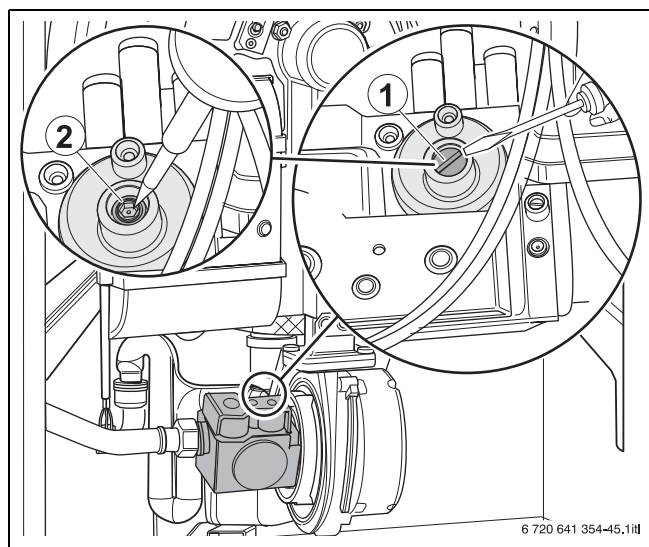

Fig. 37 Revise el ajuste de CO₂ con carga parcial
- Retirar el tornillo de recubrimiento del tornillo de ajuste de carga parcial (→ fig. 37, [1]).
- Si los valores de CO₂-son inferiores a 9,0 % o superiores a 9,6 % corrija el ajuste del tornillo de ajuste de carga baja a 9,3 % (→ fig. 37, [2]).
- Si los valores de CO₂-son inferiores a 9,8 % o superiores a 10,8 % corrija el ajuste del tornillo de ajuste de carga baja (→ fig. 37, [2], tab. 14).